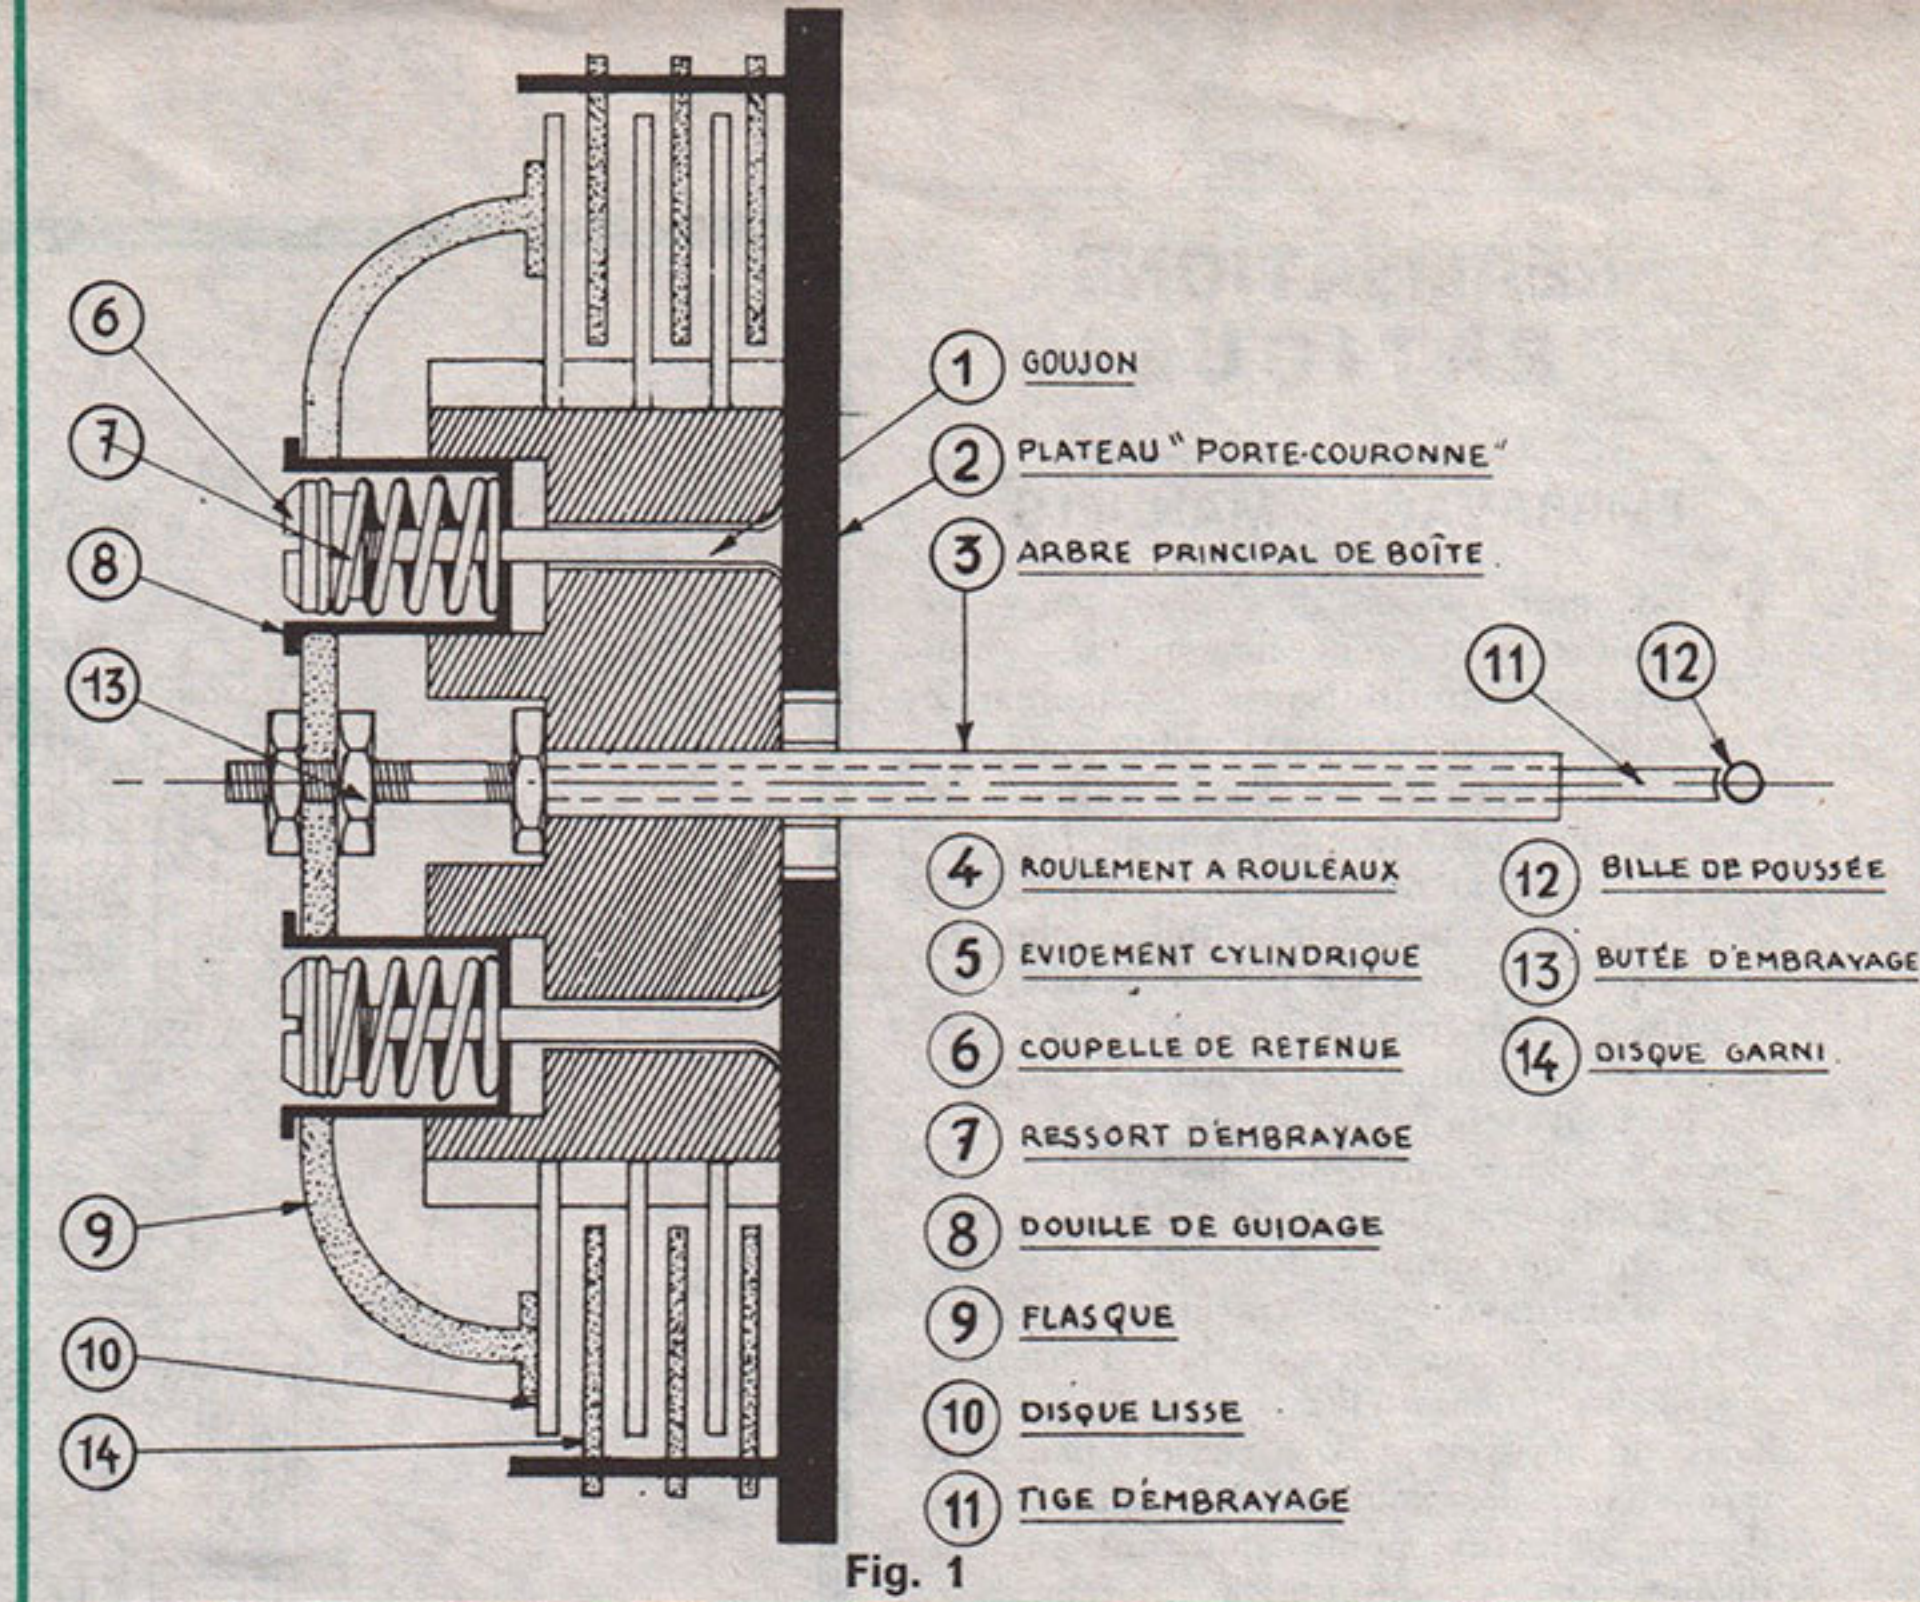

Fig. 1
LES embrayages de vélomoteurs et motos sont généralement des embrayages multidisques à commande manuelle. La disposition la plus courante est illustrée par la fig. 1. Le pignon de transmission primaire (2) tourne fou sur l'arbre principal de boîte 3. Le pignon 2 comporte à sa périphérie une cloche interrompue ou cannelée pour entraîner les disques 14, généralement garnis d'un matériau de friction. Sur l'arbre 13 est fixée la noix d'embrayage (pièce hachurée), cannelée pour entraîner les disques 10 qui, à l'inverse des disques 14, sont généralement de simples lames d'acier. La noix d'embrayage est traversée par des goujons (1) qui servent par l'intermédiaire des butées (6) à maintenir les ressorts de pression (7). Ceux-ci, par l'intermédiaire des douilles (8), appuient le flasque (9), lui même appuyant sur les disques et les mettant, en marche normale, en contact intime les uns avec les autres. Pour obtenir le débrayage un levier actionné par le câble d'embrayage agit sur la bille (12) et par conséquent sur la tige (11) qui traverse l'arbre de boîte et l'embrayage. Cette tige pousse le flasque (9). Ainsi l'action des ressorts (7) est combattue, les disques 10 et 14 sont désolidarisés et le débrayage est obtenu. Si la force exercée sur la tige 11 est inférieure à la force des ressorts, les disques sont toujours en contact mais ils sont soulagés d'une partie plus ou moins grande de la pression des ressorts. Ils peuvent dans ce cas glisser les uns sur les autres : c'est ce qui se passe lorsque l'on fait « cirer » l'embrayage.